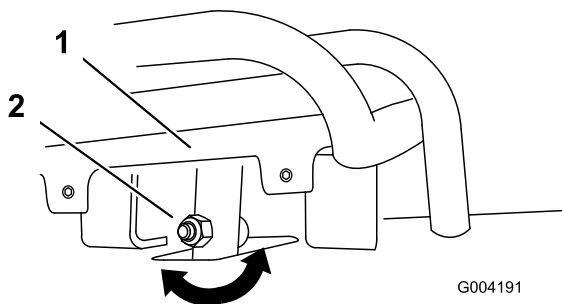
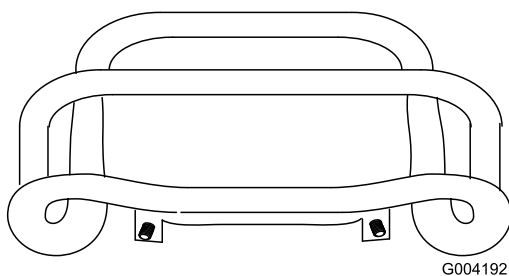

Figura 51
Figura 52
4. Se la parte anteriore del comando della trazione non rimane diritta e a filo con la barra di riferimento, allentate il dado flangiato e imbullonate lo stelo del comando della trazione (Figura 51).
5. Regolate il comando della trazione in modo che rimanga a filo con la barra di riferimento quando viene tirato all'indietro (Figura 51 e Figura 52).
- C. Allentate il dado flangiato e il bullone nello stelo del comando della trazione (Figura 51).
- I. Regolate il comando della trazione in modo che rimanga a filo con la barra di riferimento quando viene tirato all'indietro (Figura 51 e Figura 52).